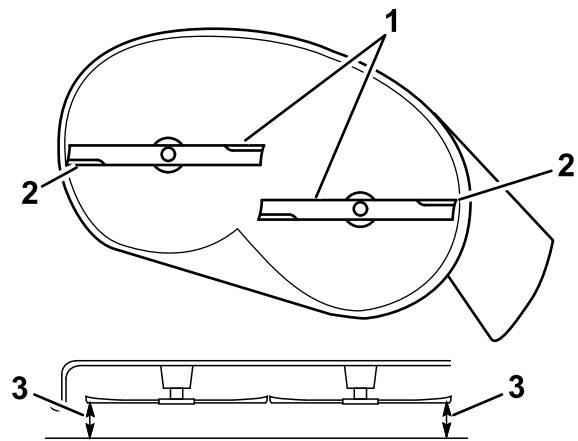

Bild 65
5. Messen Sie den Abstand zwischen den äußeren Schnittkanten und der ebenen Oberfläche (Bild 65).